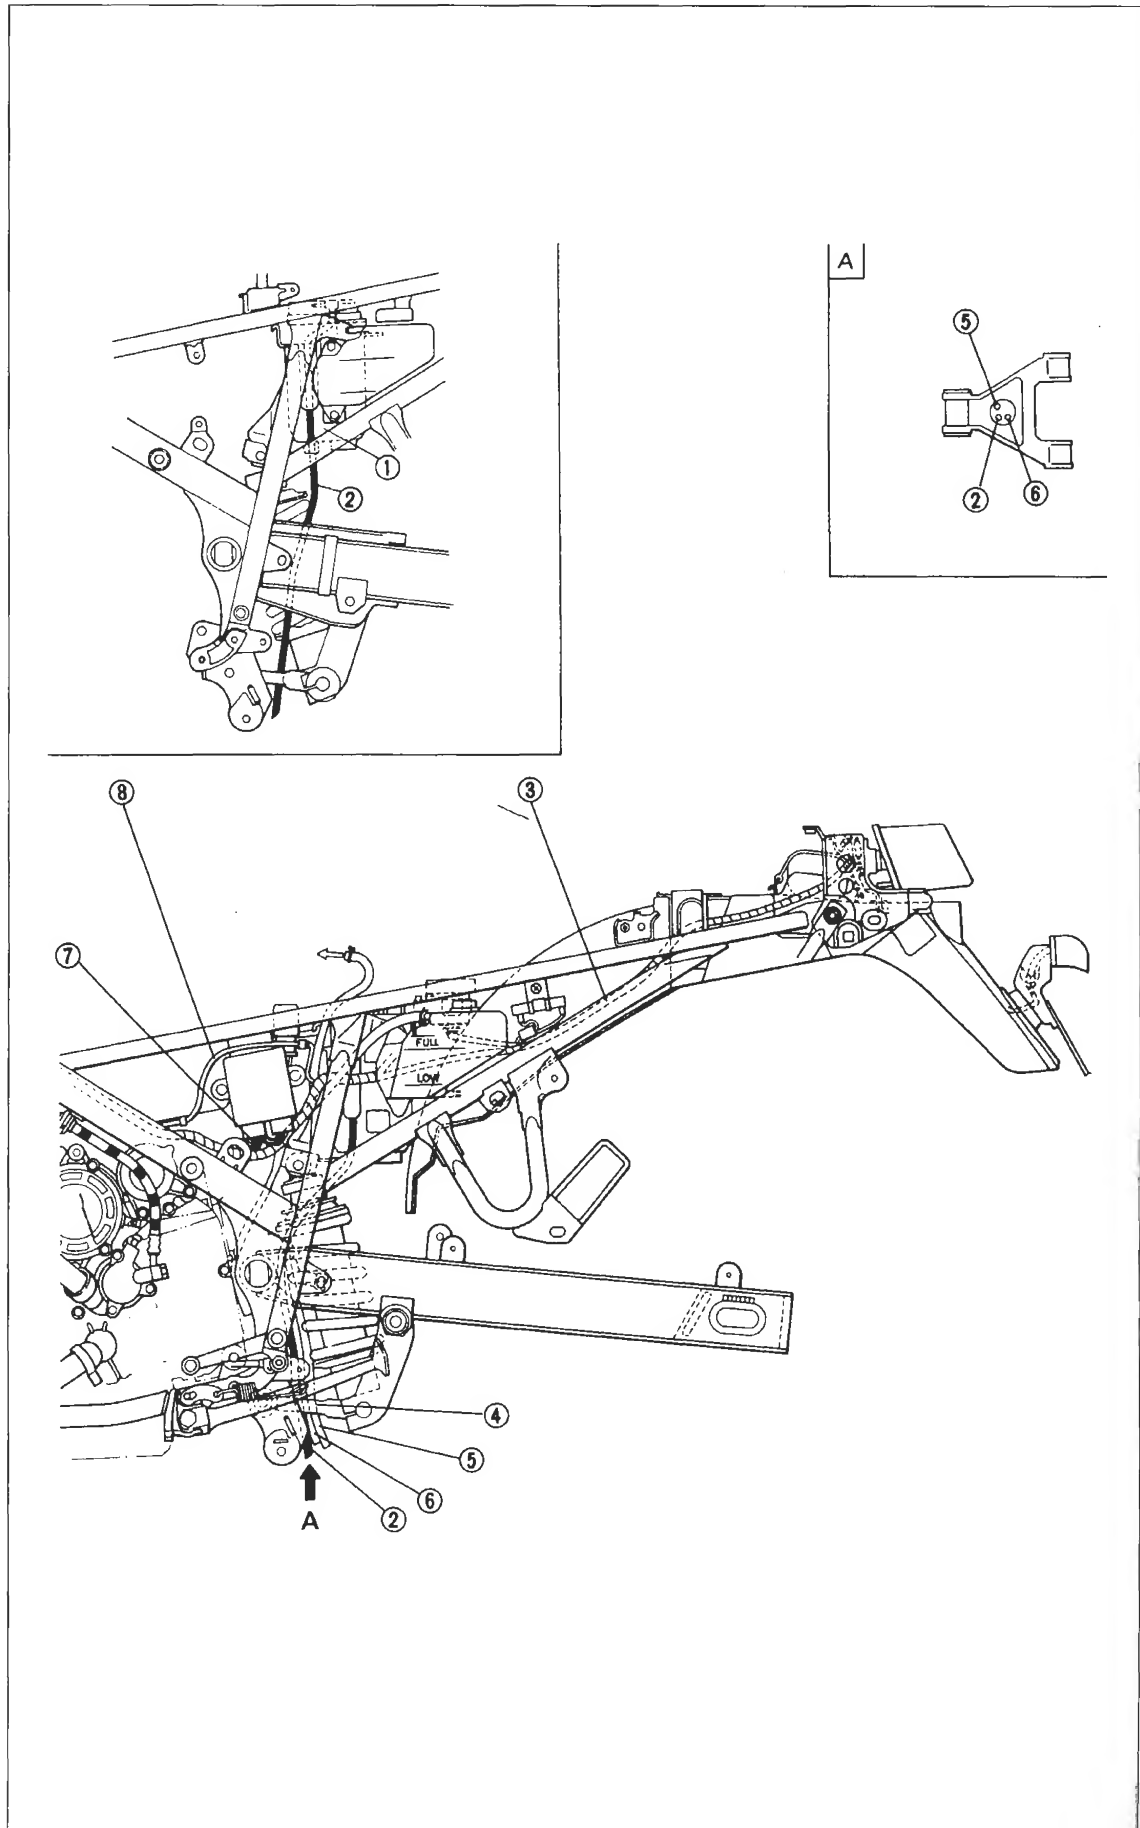

Bild 179
- 14 Tank-Überlaufschlauch zwischen Schwinge und Federbein führen, danach durch Bild 179